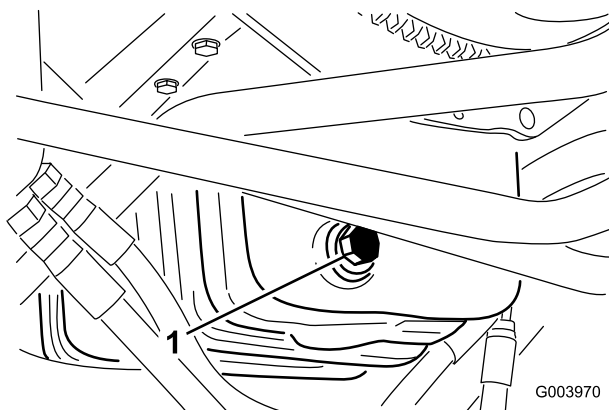

Figure 54
1. Retirez le bouchon de vidange (Figure 54) et laissez couler l'huile dans un bac de vidange.